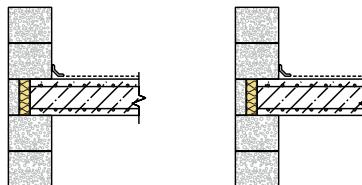

Рис. 4.9. Варианты пере́крытий по стенам из блоков AEROC
1. Пере́крытия по кладке из блоков AEROC могут строиться сборными из ячеистобетонных плит пере́крытий AEROC, по деревянным балкам, монолитными и из сборных железобетонных плит (рис. 4.9).